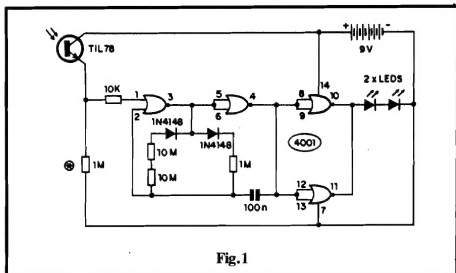

Fig.1
- FIG. 1 - DIAGRAMA ESQUEMÁTICO DO CIRCUITO - NA intenção explícita de minimizar não só a quantidade de componentes, como também o consumo geral do circuito, foi escolhido para centralizar as funções ativas um Integrado da "família" digital C.MOS, versátil e "muquirana" (em energia...). O núcleo do arranjo está num oscilador (ASTÁVEL) dotado de "entrada de autorização", fornecido pelos dois **gates** do 4001, delimitados pelos pinos 1-2-3 e 4-5-6. Estes, quando o oscilador está ativo, geram um trem de pulsos cuja Frequência é determinada pelo capacitor de 100n e pelos resistores de 10M, 10M e 1M... Note, agora, que a parte resistiva da rede RC do oscilador, é dividida em dois "ramais", chaveados pelo par de diodos 1N4148: um com dois resistores de 10M em **série** (totalizando 20M, portanto...) e outro com o resistor de 1M... Graças à presença dos dois diodos, essa desproporção entre as Resistências nos dois "ramais", de 20 para 1, se manifesta também no ciclo ativo da Saida do bloco (pino 4 do 4001), de modo que o semi-ciclo "alto" se mostra cerca de 20 vezes mais longo do que o semi-ciclo "baixo" (note que essa relação, puramente de on-off, não tem nada a ver com a Frequência geral de oscilação, determinando apenas a proporção - ou "desproporção" de Tempos, dentro de cada ciclo do oscilador...). O resultado da oscilação é apresentado a um conjunto simples inversor "bufferado", estruturado com os outros dois **gates** do Integrado (pinos 8-9-10 e 11-12-13), com suas Entradas todas "juntadas", o mesmo acontecendo com suas Saldas. Dessa forma, manifestando-se a oscilação, nos pinos 10-11 um forte e muito curto (proporcionalmente) pulso "alto" se manifestará a cada ciclo, intervalado por um longo (ainda proporcionalmente...) estado "baixo" na dita Saida geral. O tal pulso "alto" e "estreito" (no Tempo...) entrega "chutes" de cerca de 9V, sob razoável regime de Corrente, a um par de LEDs de alto rendimento, dispostos em **série** (arranjo que permite, no caso, excelente luminosidade, sem "puxar" excessiva energia da fonte geral de alimentação...). Sendo os lampejos, então, fortes, porém muito breves, a demanda média de Corrente do referido estágio "de Potência", torna-se ex-